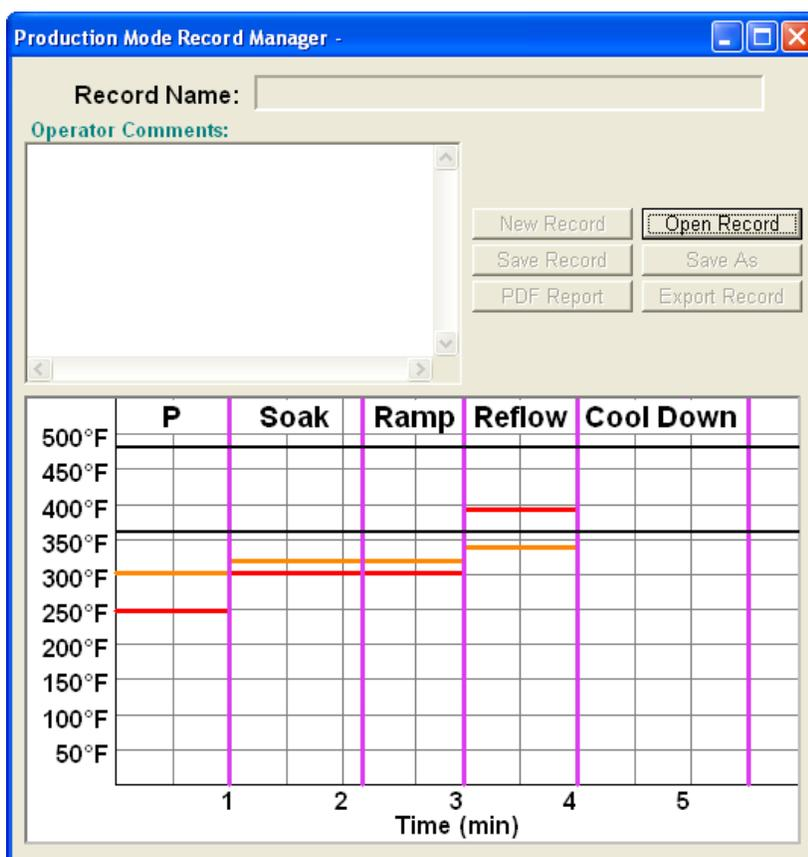

Figura 6c
- xi. Funzioni di gestione della registrazione della modalità di produzione (figura 6c).